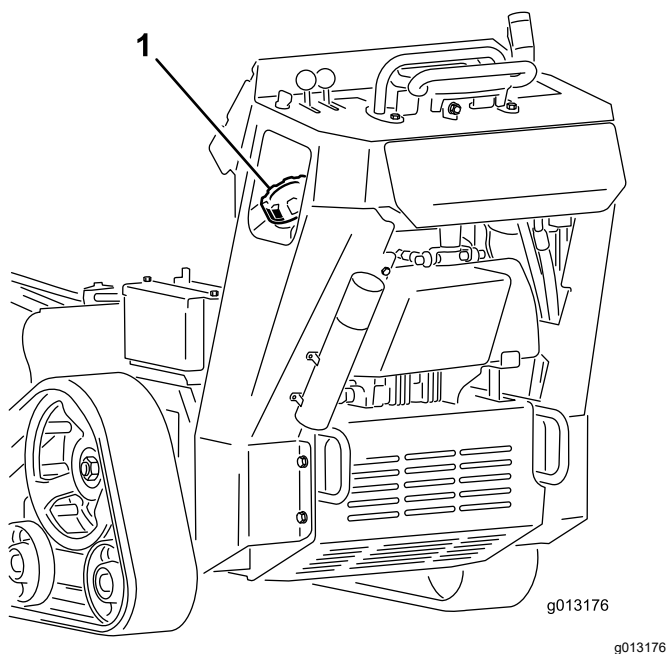

Figura 16
3. Limpe a zona em redor do tampão do depósito de combustível e retire-a (Figura 16).